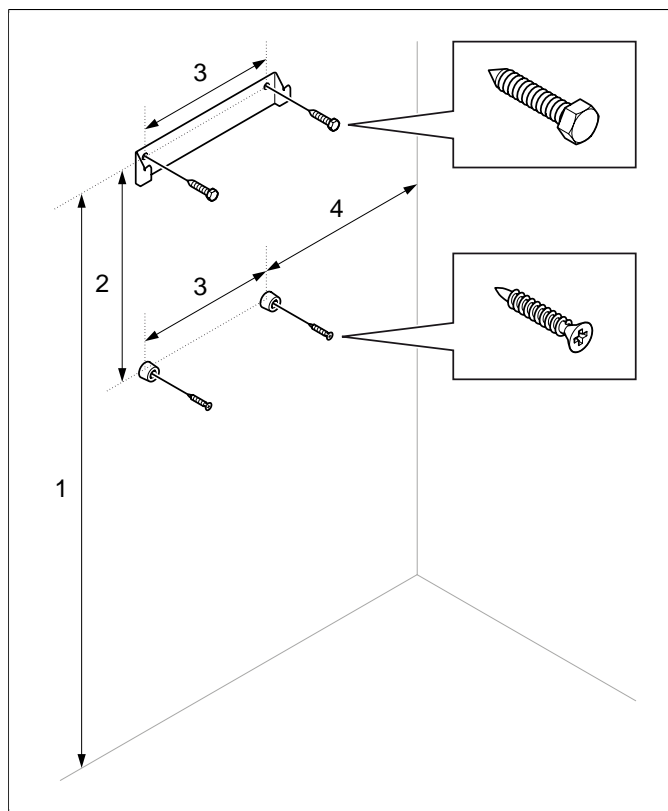

Fig 10: Support avec vis et entretoises
8. Fixer le support et les entretoises au mur d'après le plan coté (voir **Fig 10**, page 6).